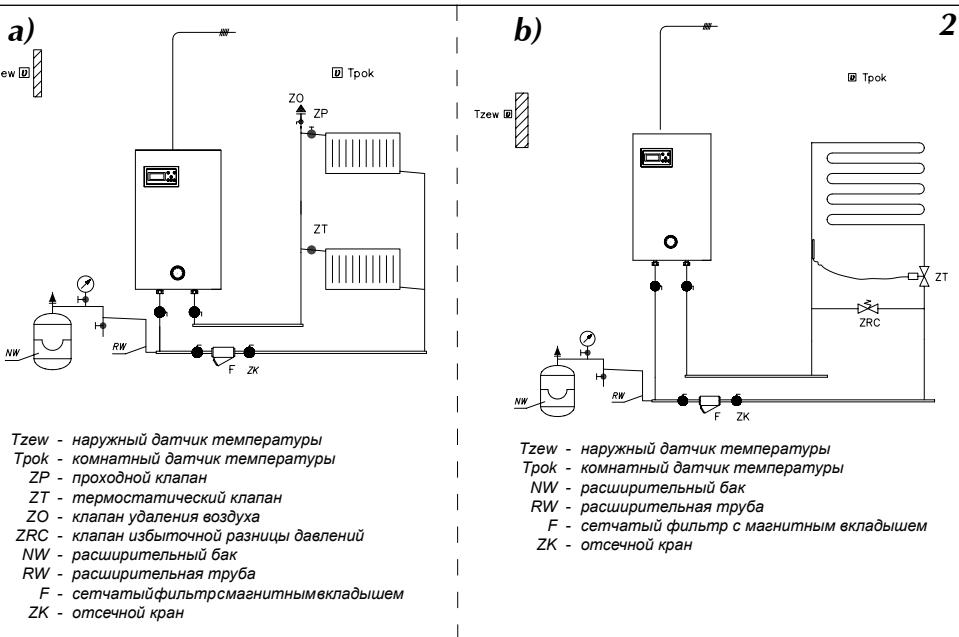
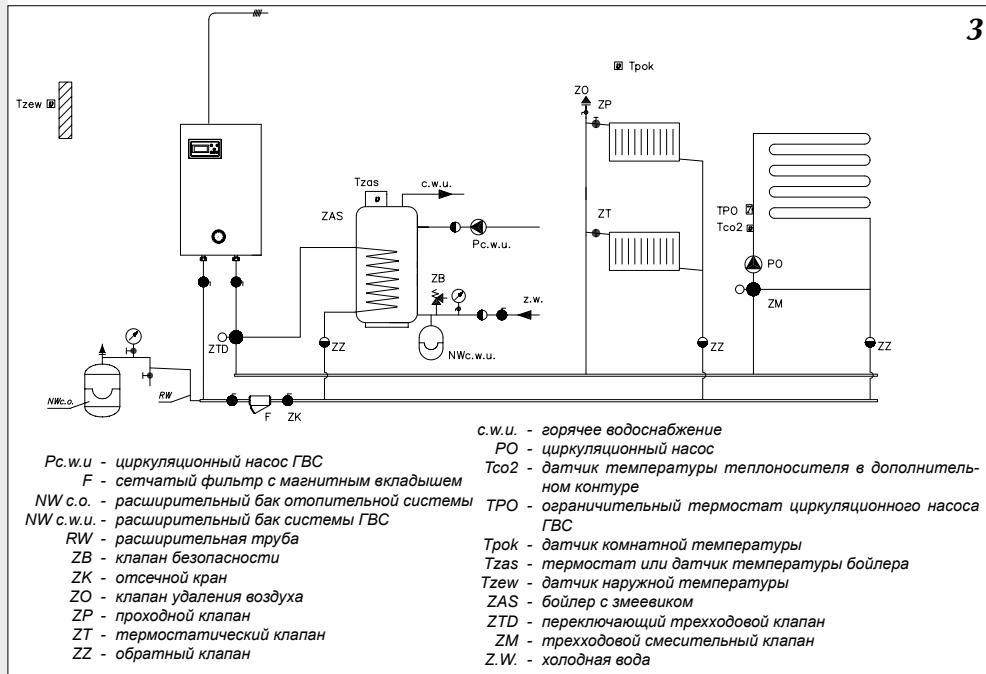
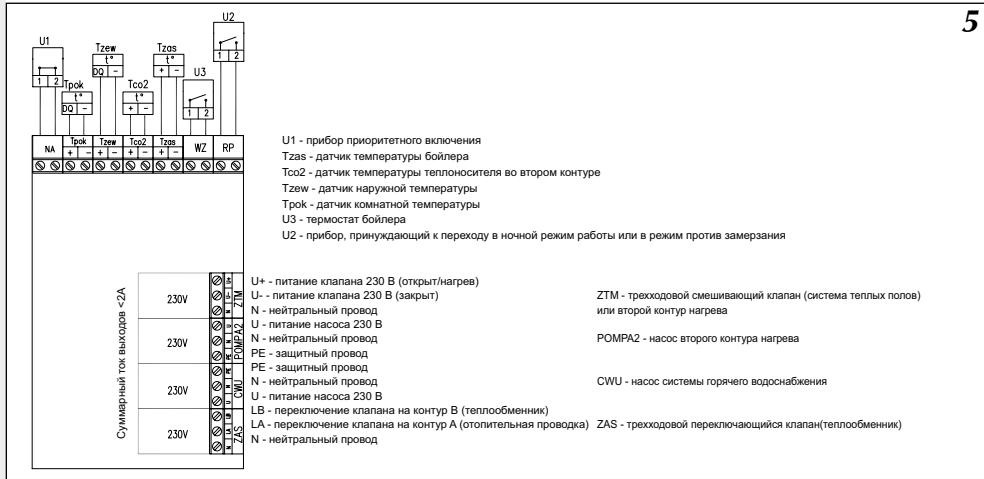

Рис.2 Примерная схема отопительной системы
Рис.3 Примерная схема отопительной системы – радиаторы, обогрев теплых полов, бойлер ГВС.
Рис.5 Подключение наружных устройств к плате ZIO.
- в случае если котел должен работать в системе теплых полов, необходимо безоговорочно установить предохранительную арматуру (рис.2б или 3).
- Подключить котел к отопительной проводке, оснащенной отсечными кранами (рис.2 и рис.3).
- на модуле ZIO замкнуты клеммы NA (см. рис. 5),
К котлу можно подключить, в зависимости от потребности, ряд дополнительных приборов или необходимых датчиков (рис. 5).
К котлу можно подключить прибор приоритетного включения – например проточный водонагреватель (рис.5), который будет выключать нагрев котла. Это решение используется с целью ограничения потребления максимальной мощности. Приоритетный прибор должен иметь выход сигнального управления. **Прибор приоритетного включения подключается при помощи провода (напр. LIYY 2x0,14) к клеммам „NA” на плате ZIO. На клеммы „NA” запрещается подавать какое-либо напряжение!** Перед подключением приоритетного прибора следует проверить имеет ли он выход сигнального управления. Если приоритетный прибор может управлять только сигналом напряжения, следует использовать соответствующее реле. **Неиспользуемые клеммы NA следует оставить в замкнутом состоянии!**
Из этих двух способов можно выбрать один при помощи соответственной установки в сервисном меню. Способ подключения клемм термостата и датчика температуры в теплообменнике представлен на рис.5.
Рис.5а Схема подключения клапана Honeywell
Котел Z может управлять насосом системы горячего водоснабжения. Управление основано на включении или выключении этого насоса в зависимости от установленной суточной программы. Таким образом насос можно отключить, например на ночь. Насос подключается к плате ZIO согласно рис.5. Напряжение питания насоса – 230В.
Разъем ZTM на плате ZIO22 рис.5 служит для подключения смесительного клапана запитки второго контура (рис.3 кран ZM). Этот контур должен быть приспособлен для запитки более низкими температурами чем в отопительной системе. Например, если отопительный контур запитывается температурой 85°C (см „Сервисное меню“ параметры WChG,WChG2, Tcomax и Tc2max), второй контур может служить для запитки системы Теплый пол максимальной температурой 60°C. В этом случае следует помнить о установке дополнительной защитной арматуры, предохраняющей от появления слишком высокой температуры во втором контуре. Для измерения температуры во втором контуре используется датчик типа WE-008.
На плате ZIO рис.5 имеется разъем RP, замыкание которого приводит к переходу котла в режим работы против замерзания или в ночной режим работы. Выбор одного из этих режимов осуществляется в сервисном меню. Также как и на разъем NA, на него нельзя подавать напряжение!